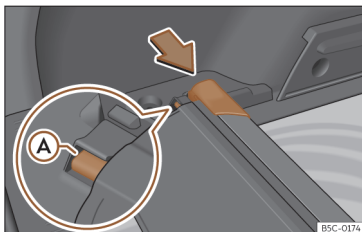

Fig. 178 En el maletero: alojamiento para guardar la bandeja enrollable.
- Presione el cabezal de la bandeja enrollable en el sentido de la flecha hasta encajarlo en el alojamiento previsto para tal uso >>> **fig. 178**. Asegúrese de que el patín **A** encaja en el alojamiento correspondiente.